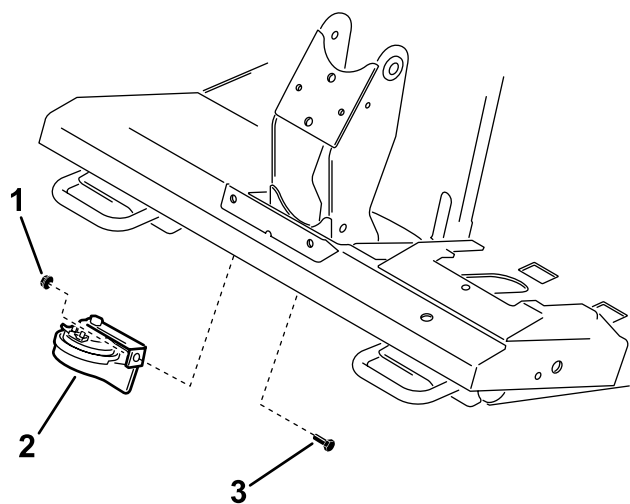

Figura 5
1. Montate la staffa dell'avvisatore acustico all'aletta, sotto la piattaforma, con un bullone (5/16" x 3/4") e un dado di bloccaggio (3/8") (Figura 5). Ruotate l'avvisatore acustico in modo da rivolgerlo verso il retro della macchina.